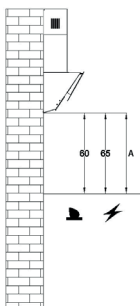
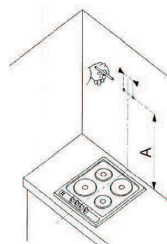

Рис. 4
Рис. 6
Если Вы используете газовую плиту или газовую поверхность, расстояние "А" между нижней частью вытяжки и поверхность для приготовления пищи должно составлять не менее 65 см, если электрическая не менее 60 см (Рис.4). Во время монтажных работ следует соблюдать действующие положение по отводу воздуха. Когда вытяжка используется одновременно с устройствами сжигания газа или другого топлива, в помещении должна быть надлежащая вентиляция.
- Приложите корпус вытяжки к стене (рис. 6), сохраняя минимальное 65 см для газовых и 60 см для электрических плит между нижним краем вытяжки и поверхностью для приготовления пищи на плите (рис. 4).